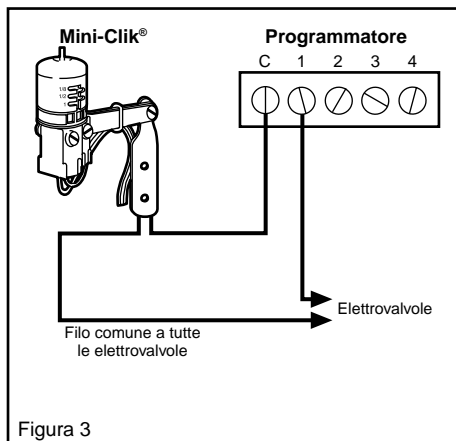

Figura 3
- Solo elettrovalvole da 24 V (senza pompa di sovrappressione) (vedere Figura 3)